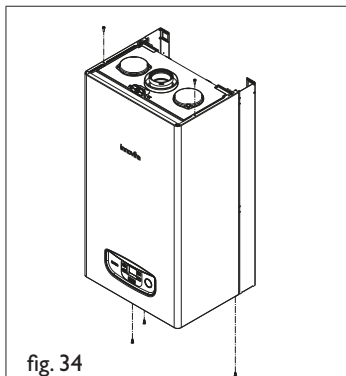

fig. 34
- Svitare le viti di fissaggio e togliere il mantello (fig. 34)